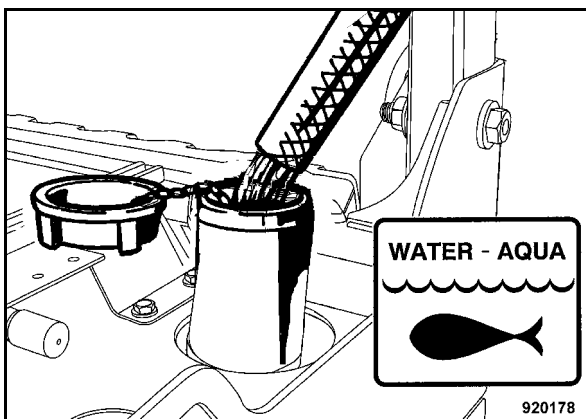

Fig. 96
- Aprire il tappo (Fig. 96) ed integrare la riserva dell'acqua.